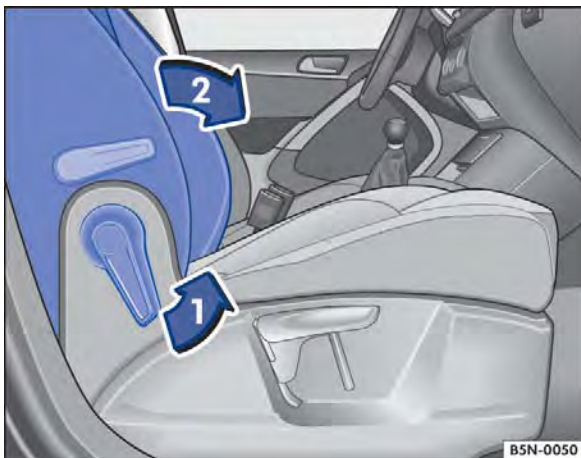

Fig. 54 Rebater o encosto do banco do passageiro dianteiro para frente.
- Destruar o encosto do banco do passageiro dianteiro no sentido da seta ⇒ Fig. 54 .